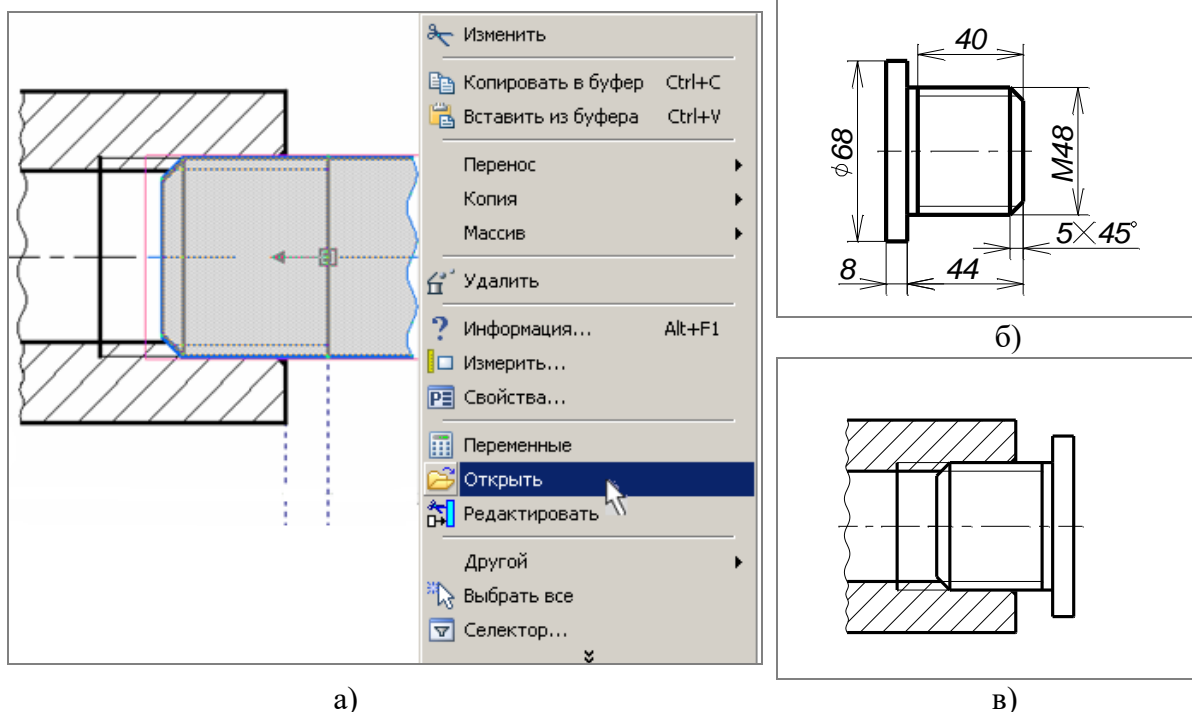

Рисунок 26 – Порядок редактирования чертежа пробки
Контур для удаления невидимых линий задается с помощью команды «Штриховка» (пункт 1.4 практического занятия № 3, часть 1). После выбора контура нужно установить следующие параметры штриховки (рисунок 26, часть 1) с помощью опции :
2.2.3 Создайте контур для удаления невидимых линий. Порядок выполнения: вызвать команду  («Чертеж|Штриховка»). В параметрах для автоматического поиска контура установить типы линий «Основная», «Волнистая». Выбрать контур для штриховки так, как показано на рисунке 23в. После выбора контура нужно установить следующие параметры штриховки (рисунок 26, часть 1) с помощью опции :
2.2.9 Внесите изменения в исходный файл чертежа пробки. Порядок построения: Указать мышью на фрагмент и нажать правую кнопку (рисунок 26а). В контекстном меню выбрать «Открыть», после чего система откроет файл «Пробка». Выполнить недостающие построения, нанести линии изображения, учитывая, что все изображение находится в слое «1». Изменить контур для удаления невидимых линий. Проставить размеры (рисунок 26б). После этого файл сохранить и закрыть. Система выдаст запрос: «Один или
несколько файлов, на который ссылается данный документ, были изменены. Обновить сборку?». Необходимо подтвердить этот запрос. После этого изменения будут внесены в сборочный чертёж (рисунок 26в).